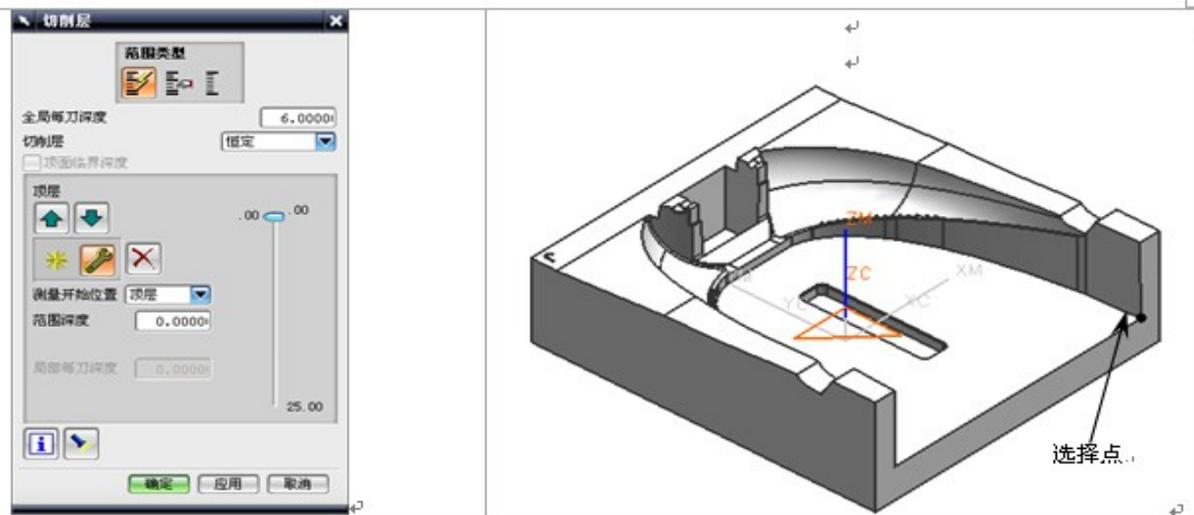

图3-43 设置切削层。
- （4）设置切削层。在【型腔铣】对话框中单击【切削层】按钮，弹出【切削层】对话框，接着单击【向上】按钮，然后选择如图 3-43 所示的点，最后单击按钮。